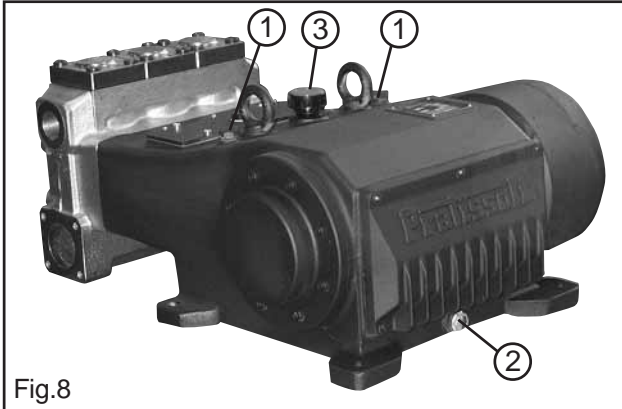

Fig.8
Controllare almeno settimanalmente il livello dell'olio tramite le apposite aste di livello olio dotate di tacche di minimo e massimo 1, Fig.8.
Se necessario rabboccare dal tappo olio 3, Fig.8.
Il controllo del livello dell'olio si esegue a pompa fredda, il cambio dell'olio si esegue con pompa a temperatura di lavoro rimuovendo il tappo magnetico 2, Fig.8.
1. Ripulire il tappo magnetico di scarico olio 2 Fig.8